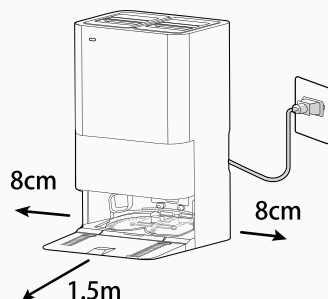

fig. 3
3. Coloque la estación de acoplamiento sobre una superficie plana y no reflectante, preferiblemente junto a una pared. Si la superficie del suelo es demasiado reflectante, interferirá con el sistema de navegación del robot y este podría tener dificultades para localizar la estación de acoplamiento. Asegúrese de que haya al menos 8 cm de espacio a ambos lados y al menos 1,5 m de espacio libre delante [fig. 3]